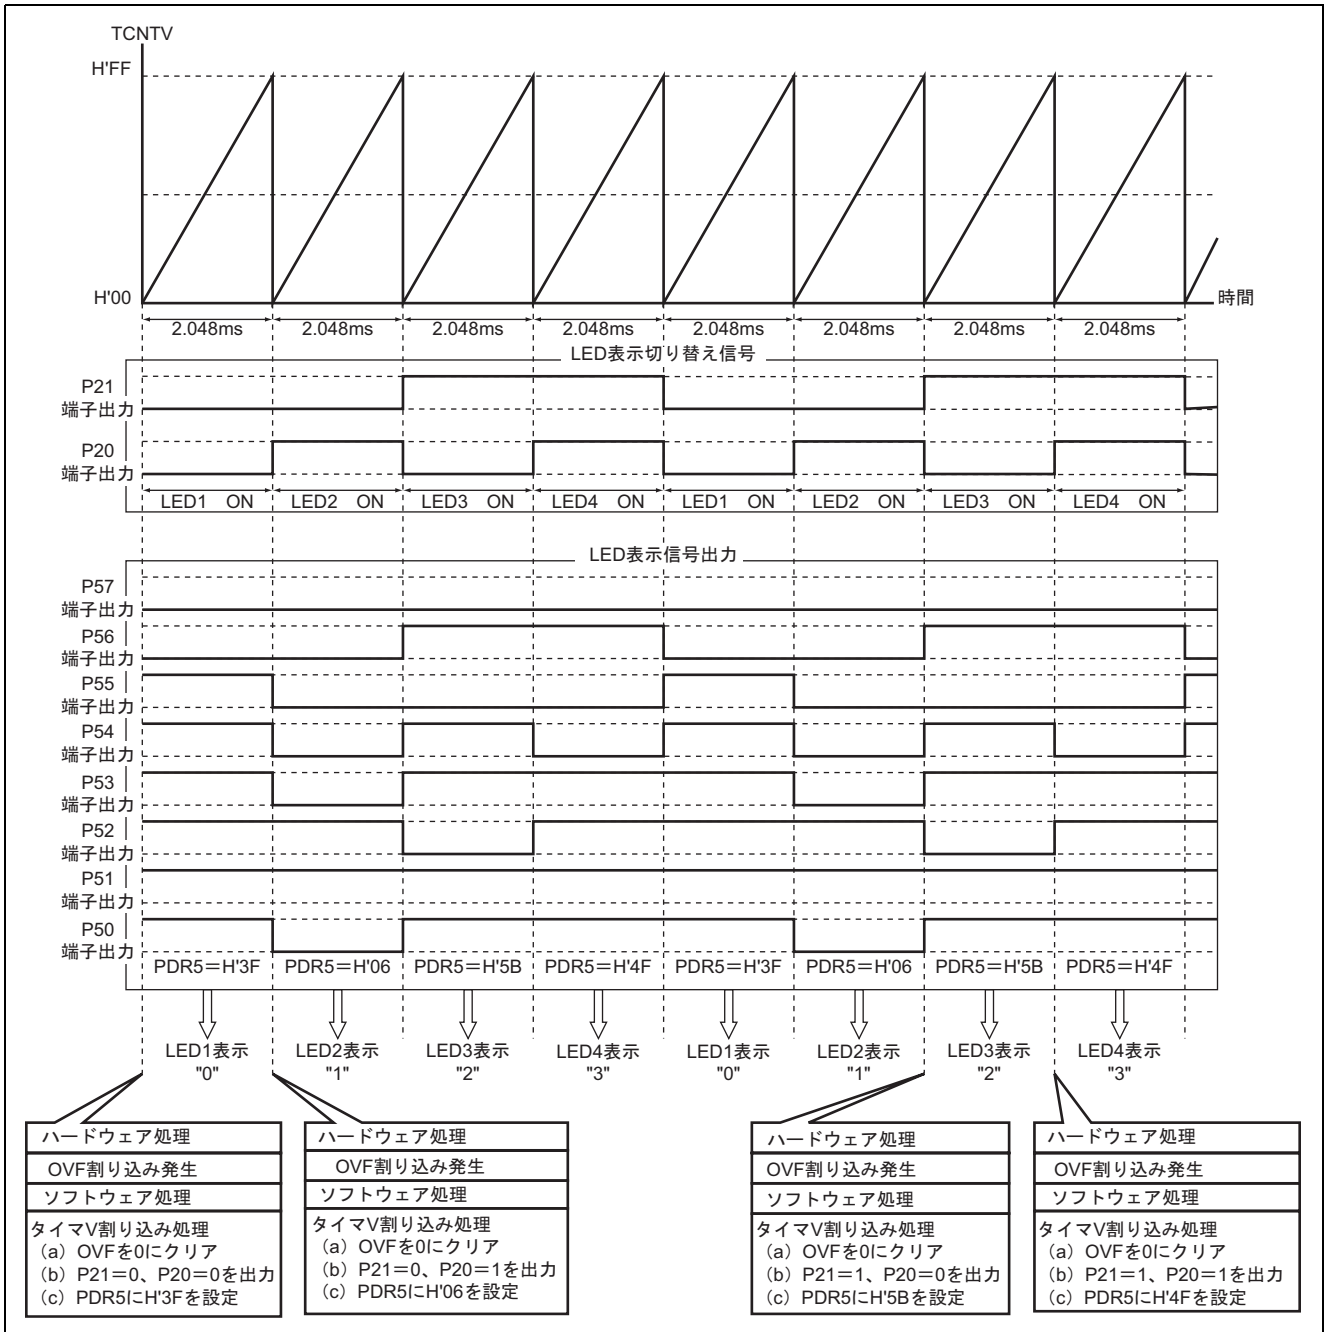

図 3.2 7セグメント LED 表示制御の動作原理
2. 7セグメント LED の表示制御の動作原理について説明します。図 3.2 は LED4~LED1 に"3210"を表示する場合の動作原理について説明しています。図 3.2 に示すようにタイマ V オーバフロー周期ごとに LED1~LED4 を順番に表示させることにより 7セグメント LED のダイナミック表示を行っています。